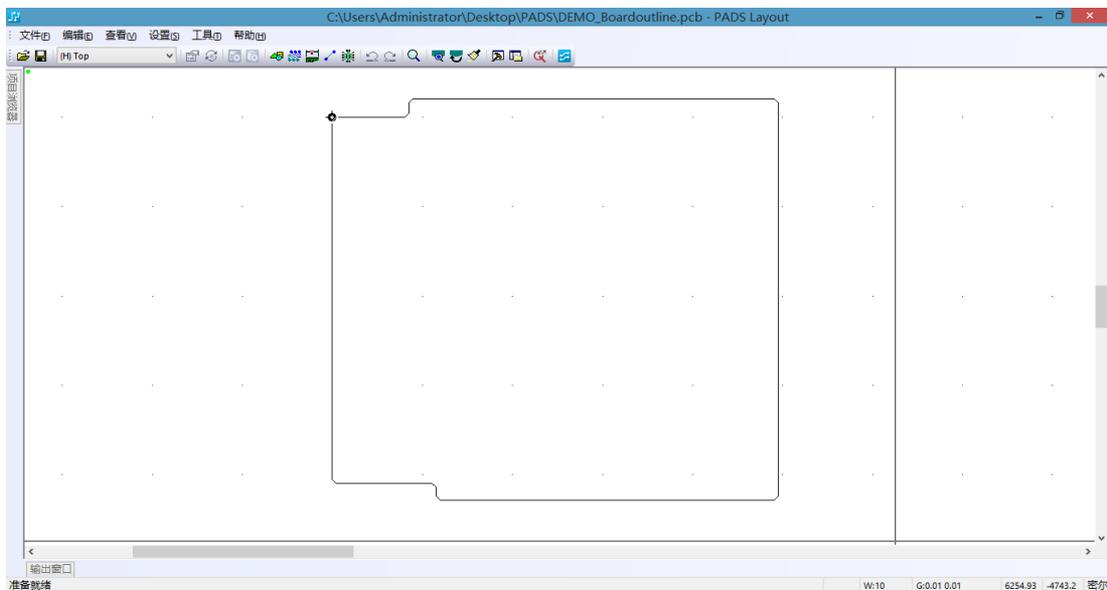

图 10-2 电路板边框的绘制
(4) 在多边形各拐角处加倒角。选择边框拐角, 在右键快捷菜单中选择“添加倒角”命令, 设置倒角半径值为 50 即可。完成的电路板边框绘制如图 10-2 所示。